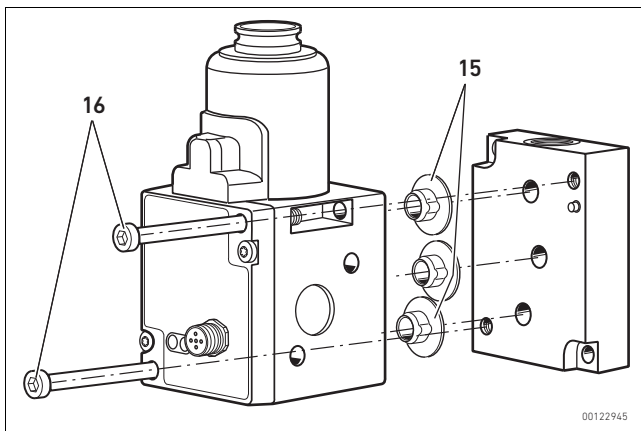

Abb. 5: Montar la válvula reguladora de presión ED05 en una placa base
3. Inserte los dos tornillos M6 x 75 (**16**) en los dos orificios de paso (véase fig. 5 en la página 198) y apriételes.